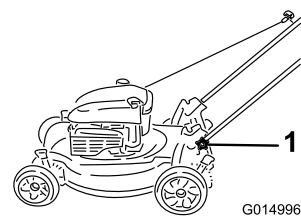

Figura 37
1. Allentate le manopole della stegola finché non riuscite a muovere liberamente la stegola stessa (Figura 37).